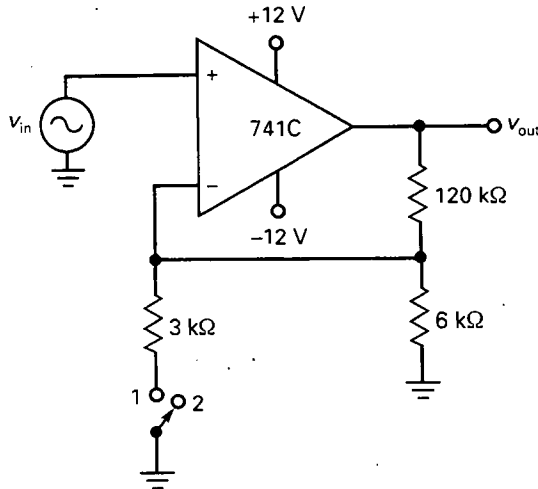

Figura 18-35
- 18-22. ¿Cuál es la ganancia de tensión en lazo cerrado para cada posición del conmutador de la Figura 18-35? ¿Y el ancho de banda?
- 18-23. Al cablear el circuito de la Figura 18-35, un técnico deja la resistencia de $6\text{ k}\Omega$ sin conectar a masa. ¿Cuál es la ganancia de tensión en lazo cerrado para cada posición del conmutador?
- 18-24. Si la resistencia de $120\text{ k}\Omega$ de la Figura 18-35 queda en circuito abierto, ¿qué es lo más probable que ocurra con la tensión de salida?